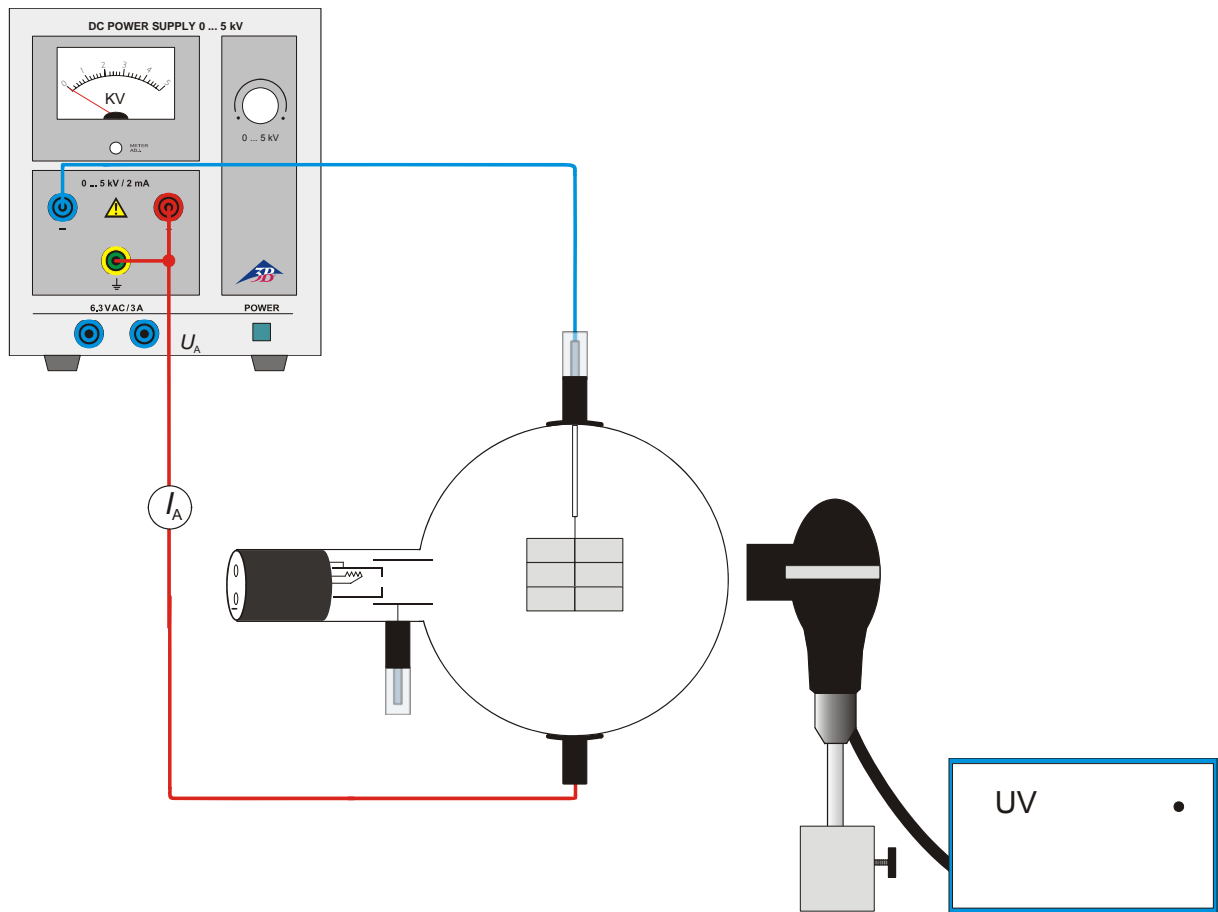

Fig. 2 Eccitazione tramite luce UV t
- Collegare il tubo a luminescenza in base alla fig. 2.